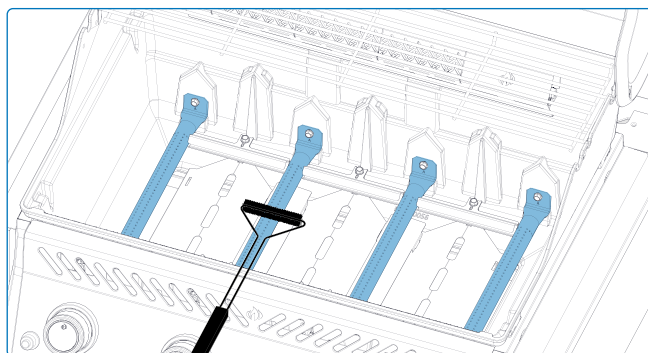

Fig. 10
4. Retire las placas de sellado y cepille los residuos de los quemadores **(Fig. 10)**